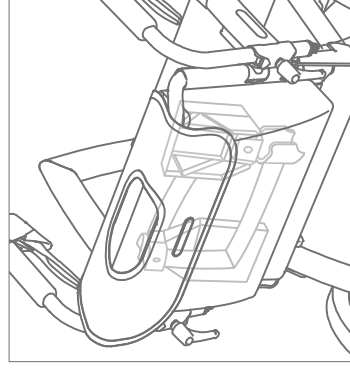

Figura 48: Almacenamiento de los reposapiés
- a.** Quita los reposapiés. Deje que se deslicen hacia arriba hasta que salgan de los soportes de los pies. Guárdelos en la bolsa del paquete de la silla de ruedas, reflejados en relación con cada uno de ellos (**Figura 48**).